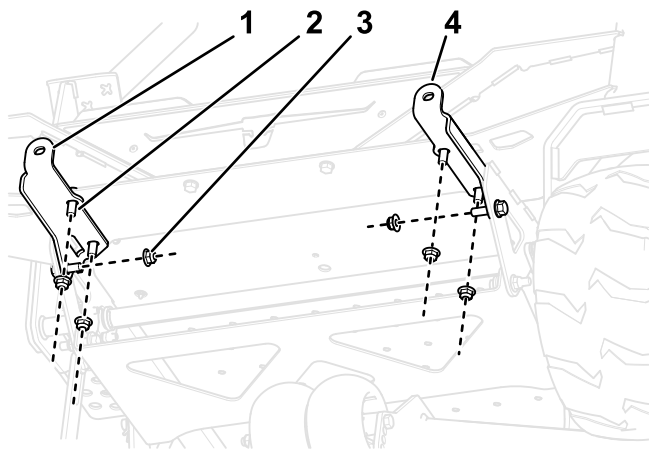

Рисунок 3
1. Используйте 6 болтов (¾ x 1 дюйм) и контргайки (¾ дюйма) для крепления левого и правого кронштейнов грузов к передней части машины, как показано на Рисунок 3.